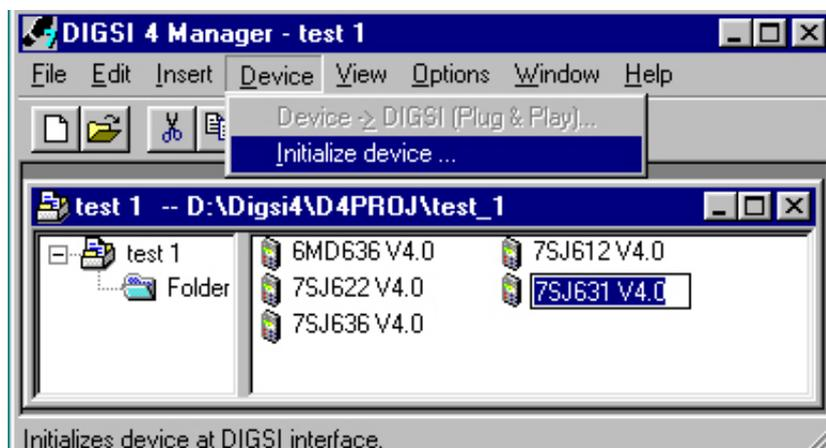

Рисунок 9-3 Инициализация устройства из DIGSI® 4.
- Выберите подменю **Initialize device** (Инициализация устройства) в меню **Device** (устройство). Смотрите Рисунок 9-3.